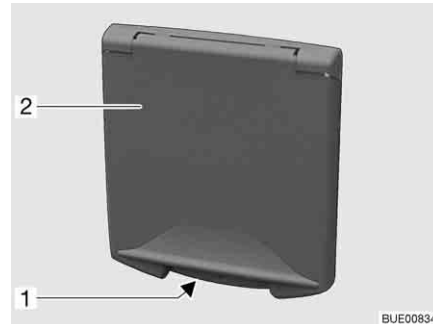

Fig. 49 Verrou de pression portillon de service
- Insérer la clé dans le barillet du verrou de pression verrouillable (Fig. 49,1) et la faire tourner d'un quart de tour. Le verrou de pression est déverrouillé.
- Insérer la clé dans le barillet du verrou de pression verrouillable (Fig. 49,1) et la faire tourner d'un quart de tour. Le verrou de pression est verrouillé.